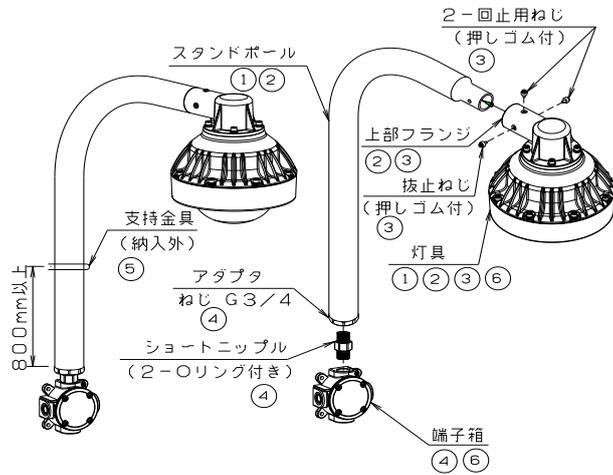
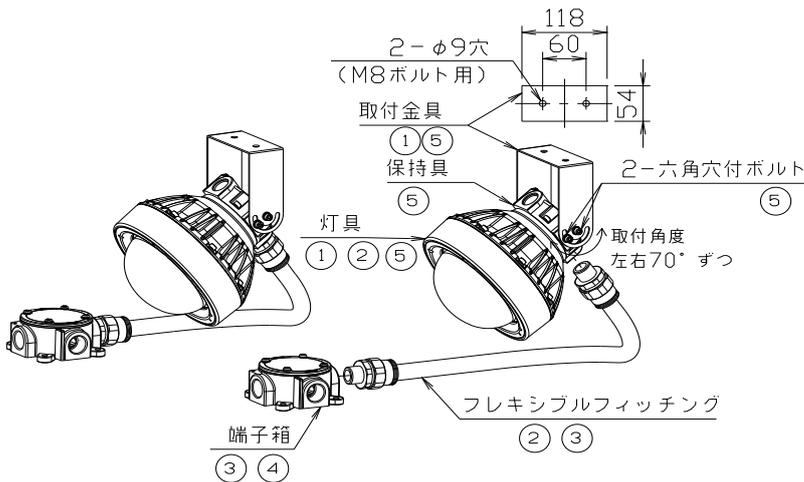

図2
図3
- ② 灯具にパイプをねじ込みます。
- ③ 端子箱蓋をパイプにねじ込んでください。
- ④ 灯具を持ち上げ、吊下フックを端子箱の吊下フック引掛け穴に引掛けてください。
- ⑤ 電源接続(白黒: 電源線、緑: アース線)後、吊下フックを外し、端子箱蓋に収納します。
- ⑥ 4本の十字穴付六角ボルトにて端子箱と端子箱蓋を締付けてください。
- ⑦ 灯具と端子箱の位置を調整後、回止ねじ(3箇所)を締め付けてください。
■スタンド形(図2: LZLA110151の例です)
- ① 電源線(白黒: 電源線、緑: アース線)をスタンドポールに通してください。
- ② 灯具に装着されている上部フランジ部をスタンドポールにはめ込んでください。(矢印方向)
- ③ 上部フランジに付属されている抜止ねじおよび回止ねじ(2箇所)を締付けた後、灯具が回らない事を確認してください。
- ④ 別紙施工説明書である「ショートニップル施工説明書」を参照しながらショートニップルおよび端子箱を取り付けてください。端子箱の取付寸法は、図2を参照してください。
- ⑤ スタンドポールを、支持金具(納入外)及び所定の端子箱取付ねじにて完全に固定してください。
- ⑥ 電源線(白黒: 電源線、緑: アース線)を端子箱まで持っていき、端子箱内で結線を行ってください。
■特殊直付形(図3: LZLA110110の例です)